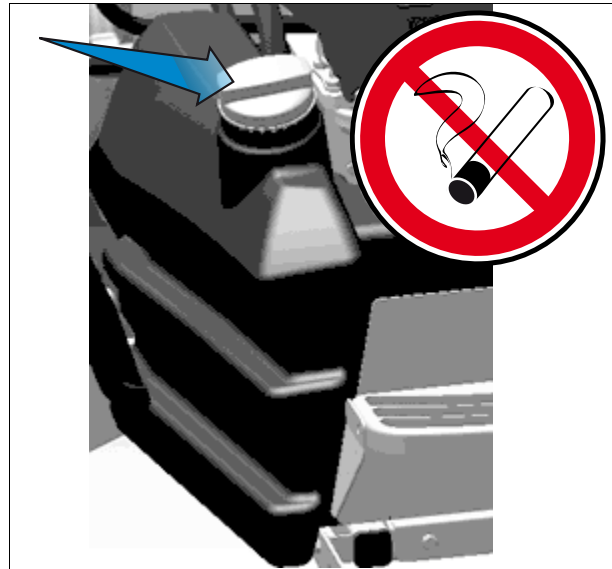

Fig. 2.
- Ryg ikke, mens der fyldes brændstof på traktoren. Undgå brug af åben ild *fig. 2*.